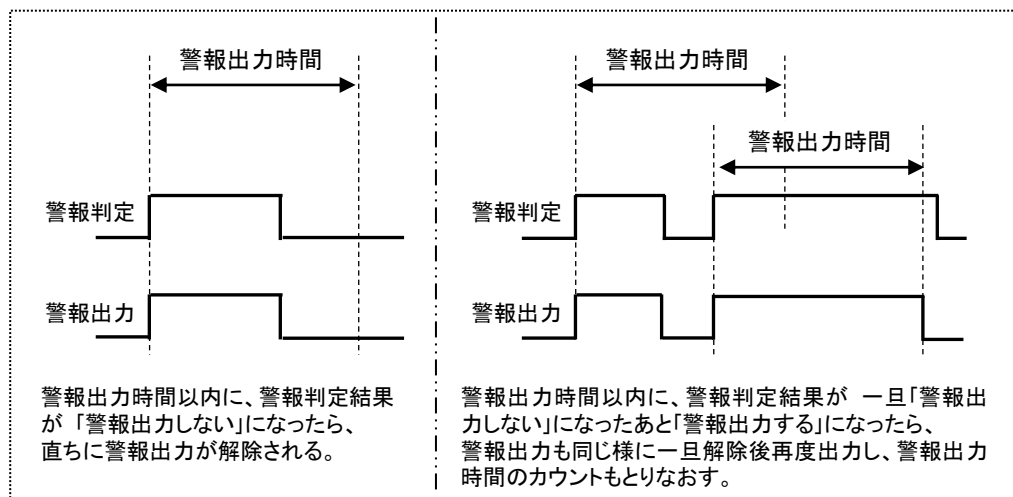
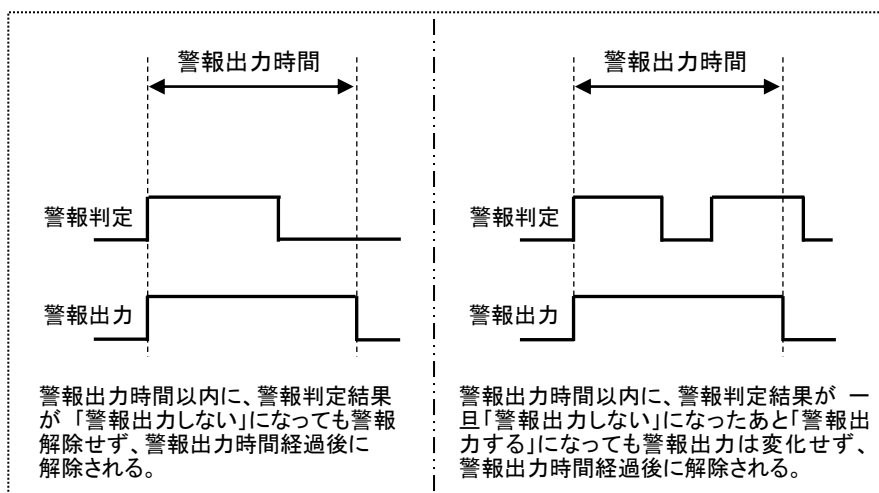
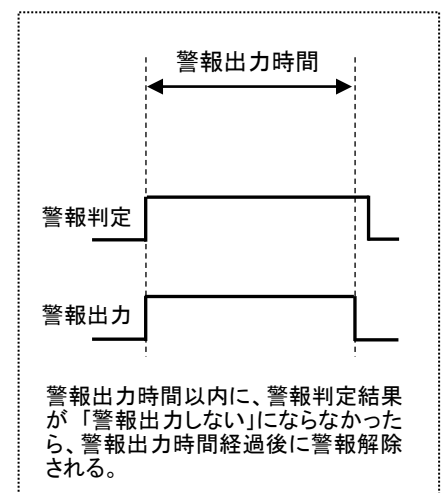

図 6-10 警報出力ラッチオフ
図 6-11 警報出力ラッチオン
図 6-12 共通動作
- ▶ 警報出力ラッチの ON/OFF によって動作が異なる場合の例を図 6-10、図 6-11 に、同じ動作をする場合の例を図 6-12 に示します。
※図 6-10 の左側の様な場合は「警戒情報」内容のオールクリアは実行しません。オールクリアは、タイムによる警報解除が行われたとき、または後述する「手動での警報解除」が行われたときに実行されます。